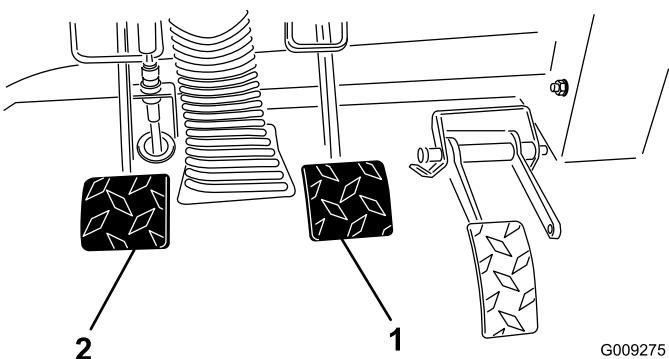

図 65
2. ブレーキペダル（図 65）を持ち上げてフレームに接触させる。